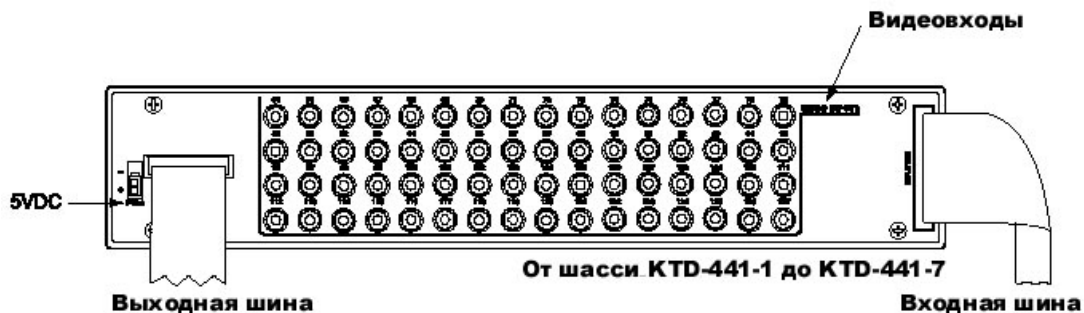

Рис. 19. Разъемы на задней панели блока KTD-441.
- Шаг 3).** Подключите все кабели от камер к соответствующим входным BNC-разъемам. См. рис. 19.
- Шаг 4).** Соедините KTD-441 и другие блоки с помощью ленточных кабелей в соответствии со схемой конфигурации Вашей системы (и/или в соответствии со схемой системы) и рис. 19.